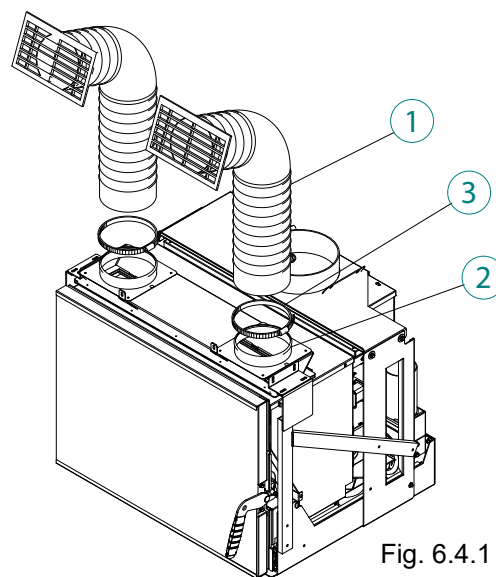

Fig. 6.4.1
Fixer le tuyau (1) aux colliers (3) à l'aide des bandes de serrage (1) (Fig. 6.4.1).